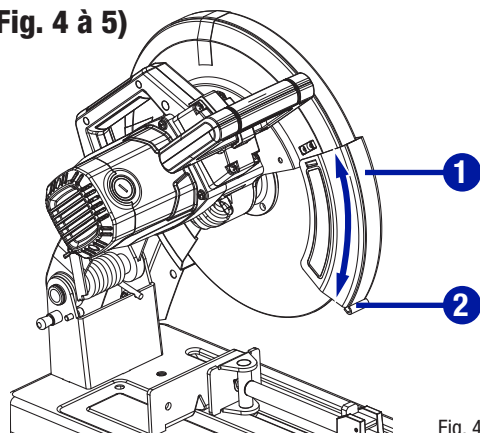

Fig. 4
**INSPECTER LE PROTÈGE-DISQUE INFÉRIEUR (Fig. 4 à 5)**